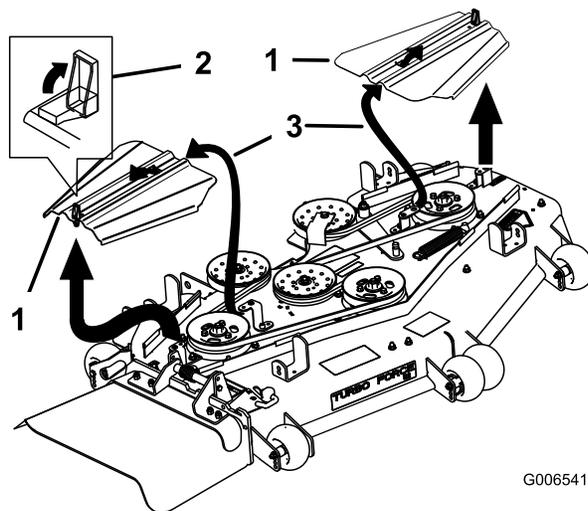

Figura 87
5. Togliete i copricinghia (Figura 87).